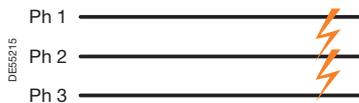

Fig. 19. Cortocircuito trifásico (el 5% de los casos).
- **Cortocircuito trifásico:** fallo entre las tres fases. Este tipo suele provocar en general las corrientes más altas (fig. 19).